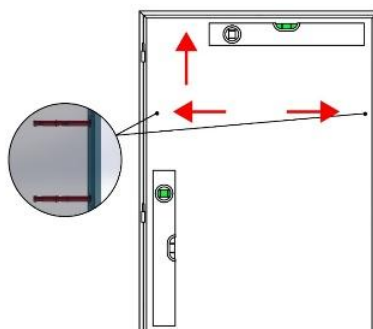

Figura 2.
6. Protejați cadrul de deplasare premontându-l în trei puncte (pregătit din fabrică), cu șuruburi și dibluri sau folosind pene (Figura 2). **Notă:** Înainte de a instala șuruburile între perete și cadru, instalați distanțiere pentru a proteja profilul cadrului de îndoire atunci când atașați șuruburile la perete.